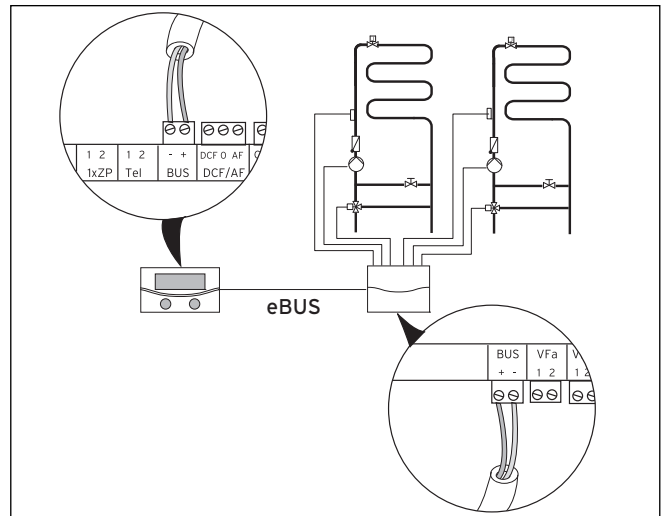

Abb. 7.15 Weitere Mischerkreise mit VR 60 installieren
- Entnehmen Sie den Systemaufbau → **Abb. 7.15**. Beachten Sie die Montageanleitung des Mischermodule.